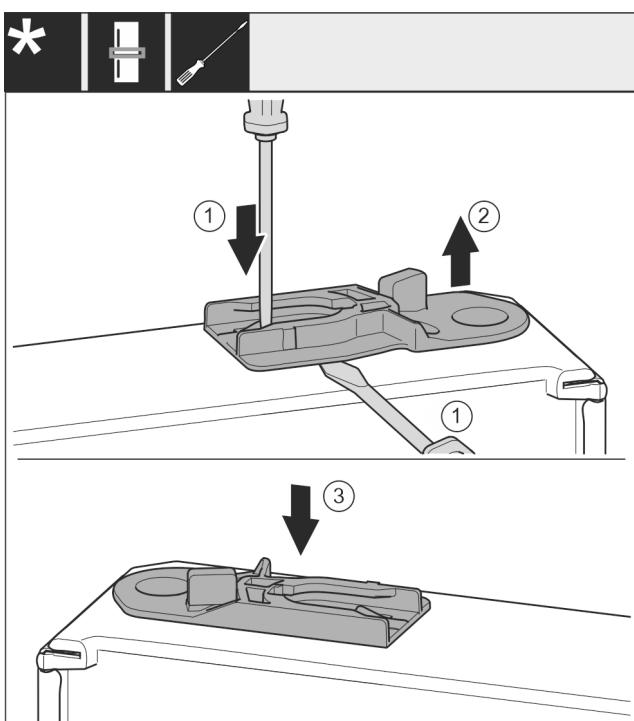

Fig. 38
- ▶ Извлеките направляющее гнездо: Нажмите на накладку шлицевой отвертки и одновременно переместите ее при помощи шлицевой отвертки под направляющее гнездо. Fig. 38 (1, 2)
- ▶ Входящее в комплект поставки направляющее гнездо вставьте на другой стороне корпуса. Fig. 38 (3)